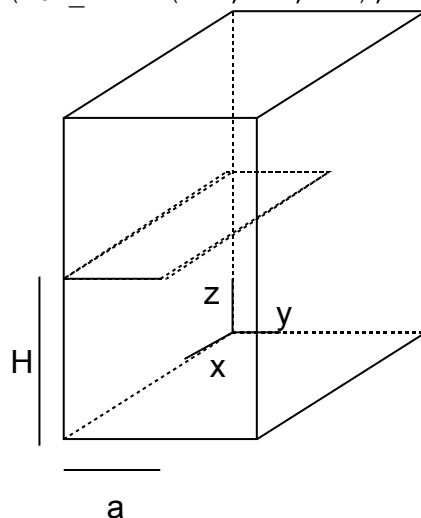

Figure 3.2-a : Barreau fissuré
- 1) si on souhaite définir un barreau fissuré de part en part dans son plan à la hauteur $z=H$ (voir [Figure 3.2-a], sur laquelle la fissure est hachurée) :
- 2) si on souhaite définir une fissure elliptique dans un massif infini dans un plan à la hauteur $z=H$ (voir [Figure 3.2-b], sur laquelle la fissure est hachurée) :